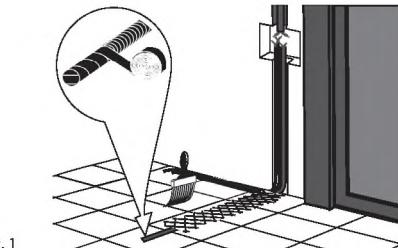

Рис. 1
5. Поместите датчик температуры в трубку, входящую в комплект. Датчик должен располагаться внутри трубы вблизи ее конца. Конец трубы с датчиком, оканчивающийся в полу, плотно загерметизируйте для предотвращения попадания внутрь раствора. Уложите трубку с датчиком в подготовленную канавку и выведите к терморегулятору или распаячной коробке. Радиус изгиба трубы должен быть не менее 5 см (рис. 1).